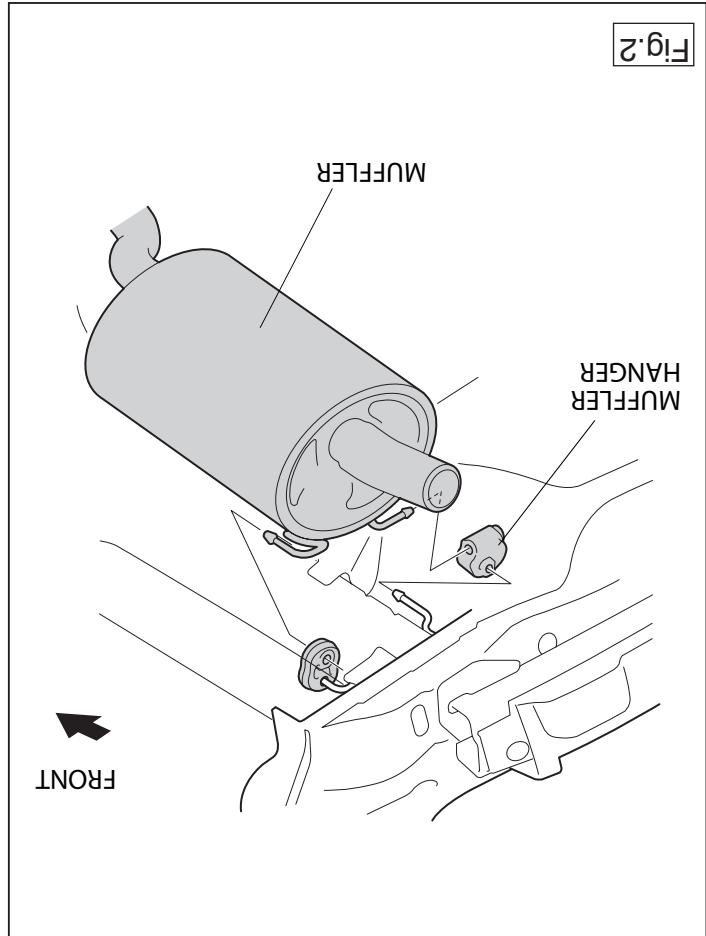

Fig. 2
2. Release the exhaust pipe from its last two holders. See figure 2.
12. Détacher l'échappement des attaches en caoutchouc postérieures. Voir la figure 2.
2. Tag udstødningen ud af de bageste ophænggummier. Se fig. 2.